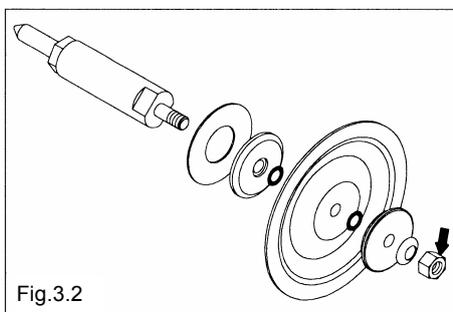

Fig.3.2
- Extraiga el diafragma, el disco central y el pistón central del cuerpo principal. [Fig. 3.2]
- Retire la tuerca y quite el disco central, el diafragma y la junta tórica (tipo \_T, 10\_C, 10\_N) del pistón central. [Fig. 3.2]